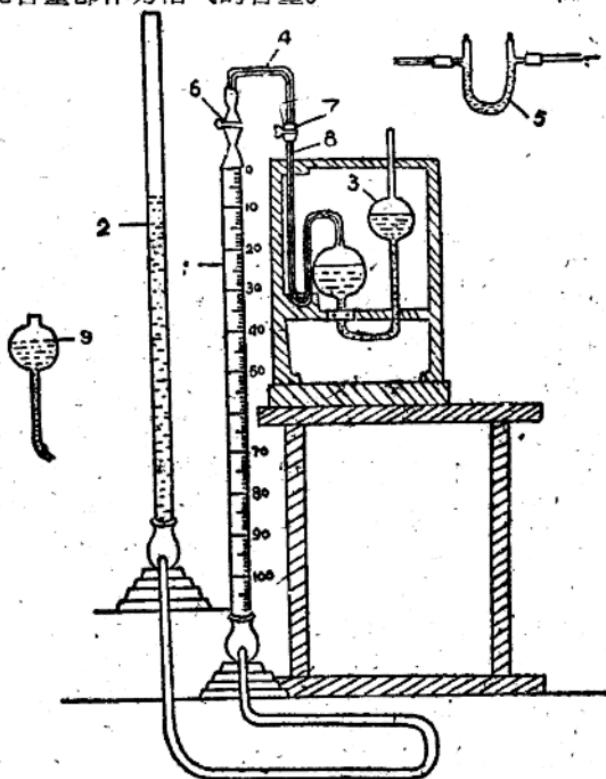

图1. 测定仪器示意图
(1) 仪器裝置(图 1)。
(2) 气体收集——将气体量管与U形毛細管“4”分开，接以氯化鈣管，并提高水准管，小心开启夹子“6”，使其中盐水流入口气体量管中，待水面剛达量管“0”处，立即关夹子“6”。然后，放低水准管，通过氯化鈣管的另一端，将需要分析的混合气从此端导入。直到取入气体略超过100毫升时，再慢慢提高水准管，并控制夹子“6”，等气体量管內盐水达100毫升的刻度时，立即关闭夹子，使气体量管中的气体剛为100毫升。
(3) 吸收二氧化碳——移去氯化鈣管，将气体量管接上气体吸收球，启开夹子“6”和“7”并提高水准管，将气体通入吸收球中，当水面将近量管“0”处时，关夹子“6”，搖动吸收球数次，使其中二氧化碳全被氢氧化鉀吸收。然后，再开启夹子“6”，放低水准管，使量管中水面下降，将吸收球中剩余的气体抽回，直到氢氧化鉀溶液回到原来刻度处“8”时，立即关闭夹子。上述操作将重复数次，直到气体量管內剩余气体不再变动为止。
(4) 讀數——气体量管中剩留下来的气体就是沼气体积的百分含量(包括微量氢、氧、氮等)。例如所取分析气体为100毫升，經氢氧化鉀吸收后还剩65.4毫升，即沼气含量为65.4%。讀數时水准管的水平面和气体量管中的水平面必须同样高度，否则压力不一致，分析結果就不准确了。